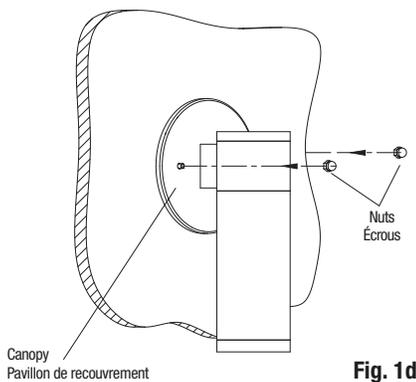
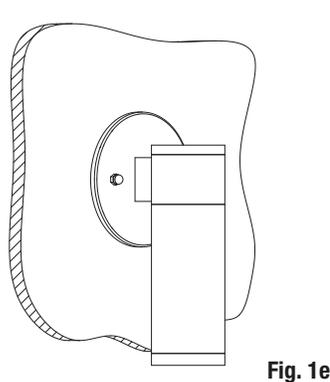

Fig. 1d
Fig. 1e
6. Make sure that the gasket is well placed and install the canopy of luminaire on the wall Universal Spider Adaptor Plate by using the two screws and exterior nuts (Fig. 1d and Fig. 1e).
6. S'assurer que le joint d'étanchéité est en place et installer le pavillon de recouvrement du luminaire sur la plaque adaptateur à débouchures universelles du mur à l'aide des deux vis et des écrous extérieurs (Fig. 1d et Fig. 1e).